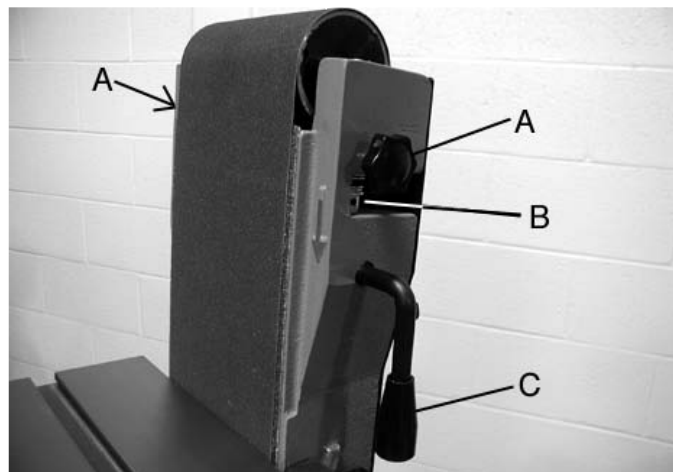

FIGURE 13
1. Sur chaque côté du boîtier de la courroie, desserrez les deux boutons (A-Fig.13).
3. Insérez une clé hex. de 1/8" ou 5/32" dans le trou sur la tige de réglage (B).
7. Pour finaliser le réglage de l'alignement, reserrez les boutons (A) de chaque côté de la courroie.
2. Pour relâcher la tension sur la courroie, poussez la poignée de tension de la courroie (C-Fig.13).